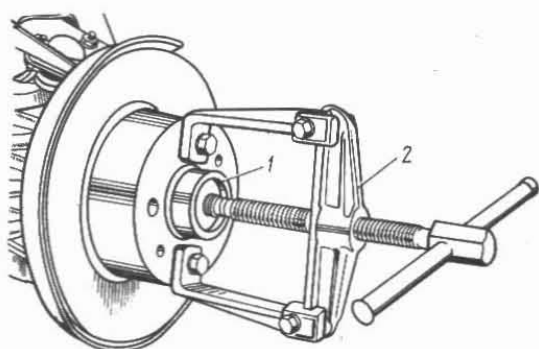

Fig. 4-10. Desmontaje del cubo de la rueda delantera con el extractor A.40005/1/9B:
- desenrosque la tuerca de regulación de los cojinetes del cubo, quite la arandela y con el extractor A.4000 /1/9B (véase fig. 4-10) desmonte el cubo en conjunto con los cojinetes, retén y disco de freno; quite el aro interior del cojinete interior de la mangueta.